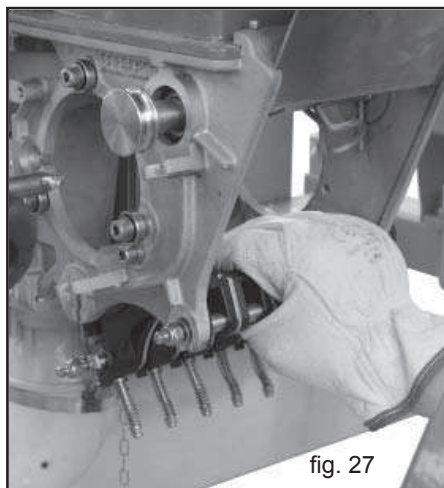
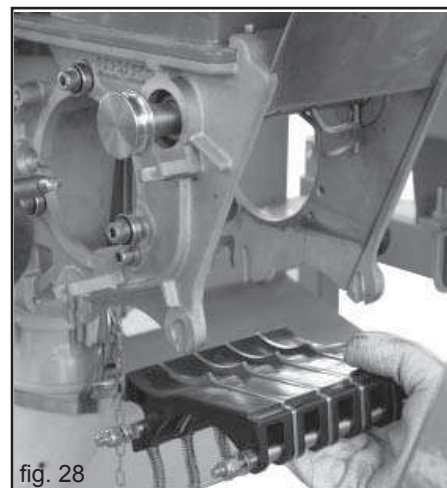

fig. 27
fig. 28
- 3) Abstereinheit aus dem hinteren Teil (Abb. 27) ausziehen und danach vorderen Teil ausziehen (Abb. 28).